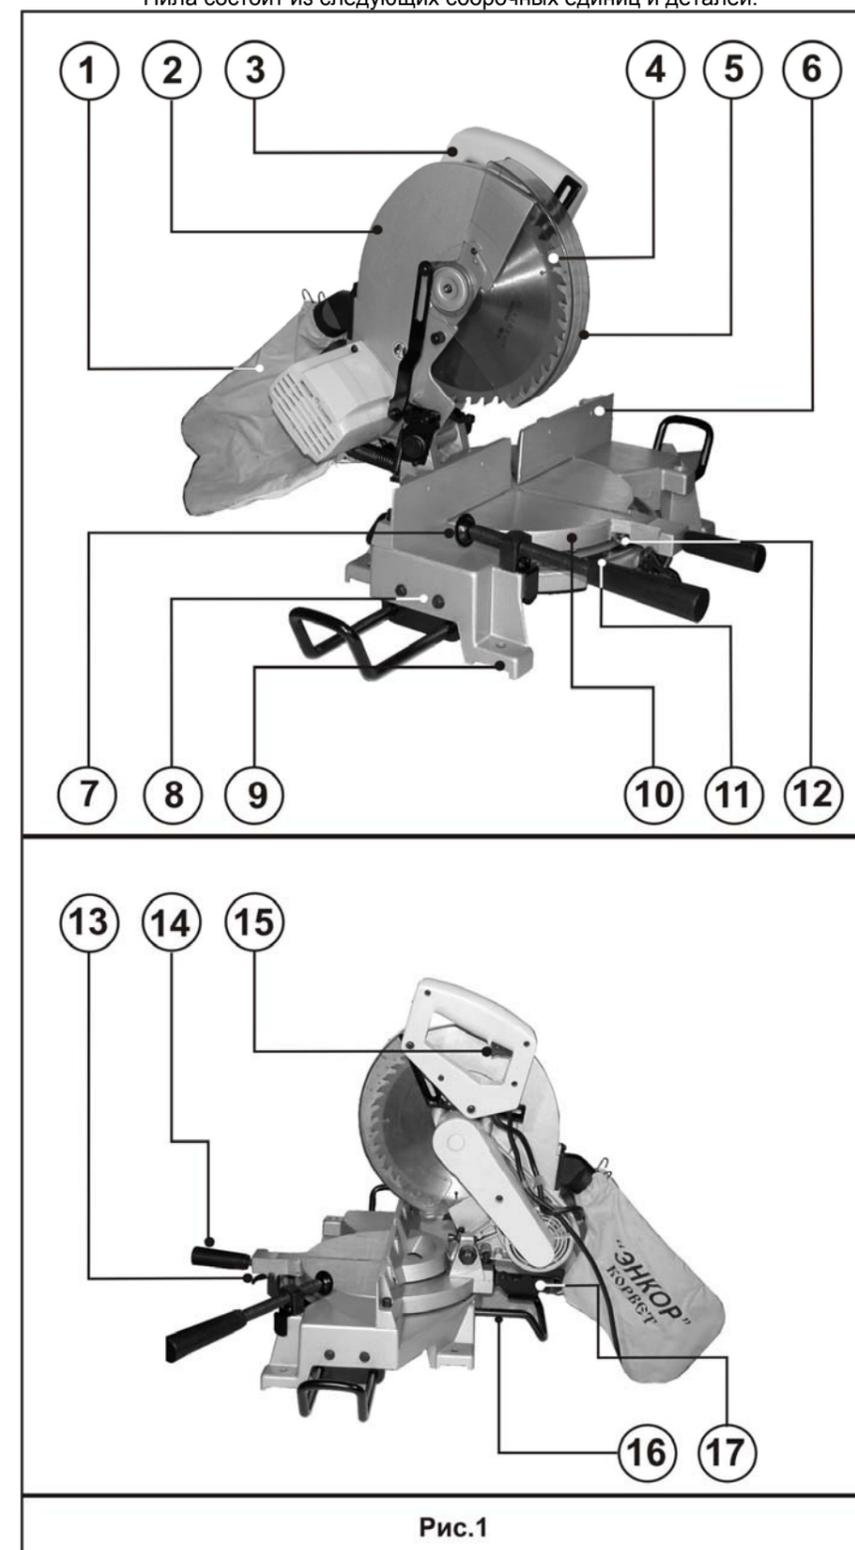
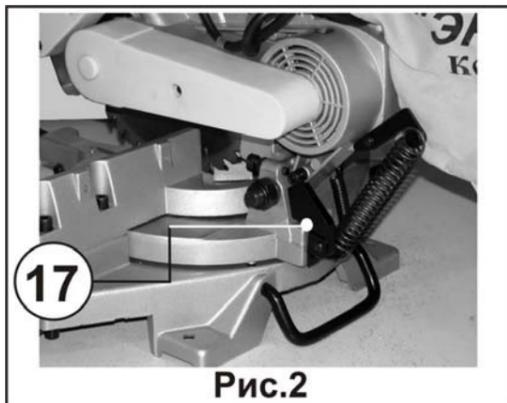

Рис.1
Рис.2
## 7. РАСПАКОВКА (Рис.1)
- Нажмите на рукоятку (3), Рис. 1, пилы вниз и отведите рычаг (17), Рис. 2, в крайнее заднее положение.